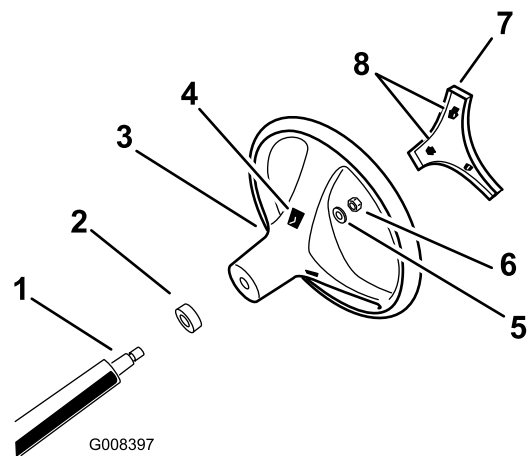

Bild 3
4. Befestigen Sie das Lenkrad mit der Sicherungsmutter an der Welle (Bild 3). Ziehen Sie die Sicherungsmutter mit 24-29 Nm an
5. Fluchten Sie die Nasen der Abdeckung mit den Schlitzen im Lenkrad aus und lassen Sie die Abdeckung an der Lenkradnabe einrasten (Bild 3).